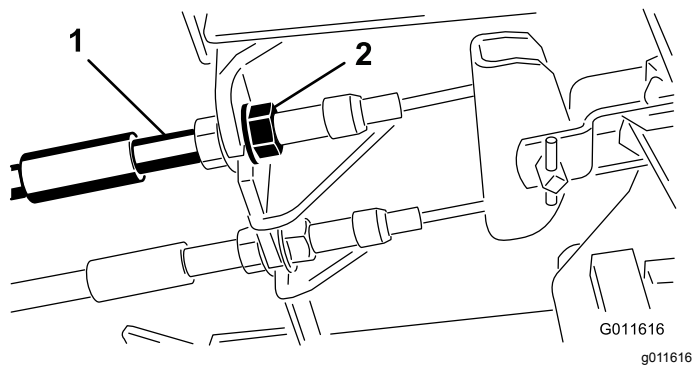

Figura 98
1. Per ridurre il gioco dei pedali del freno, stringete i freni allentando il dado anteriore sull'estremità filettata del cavo del freno (Figura 98).